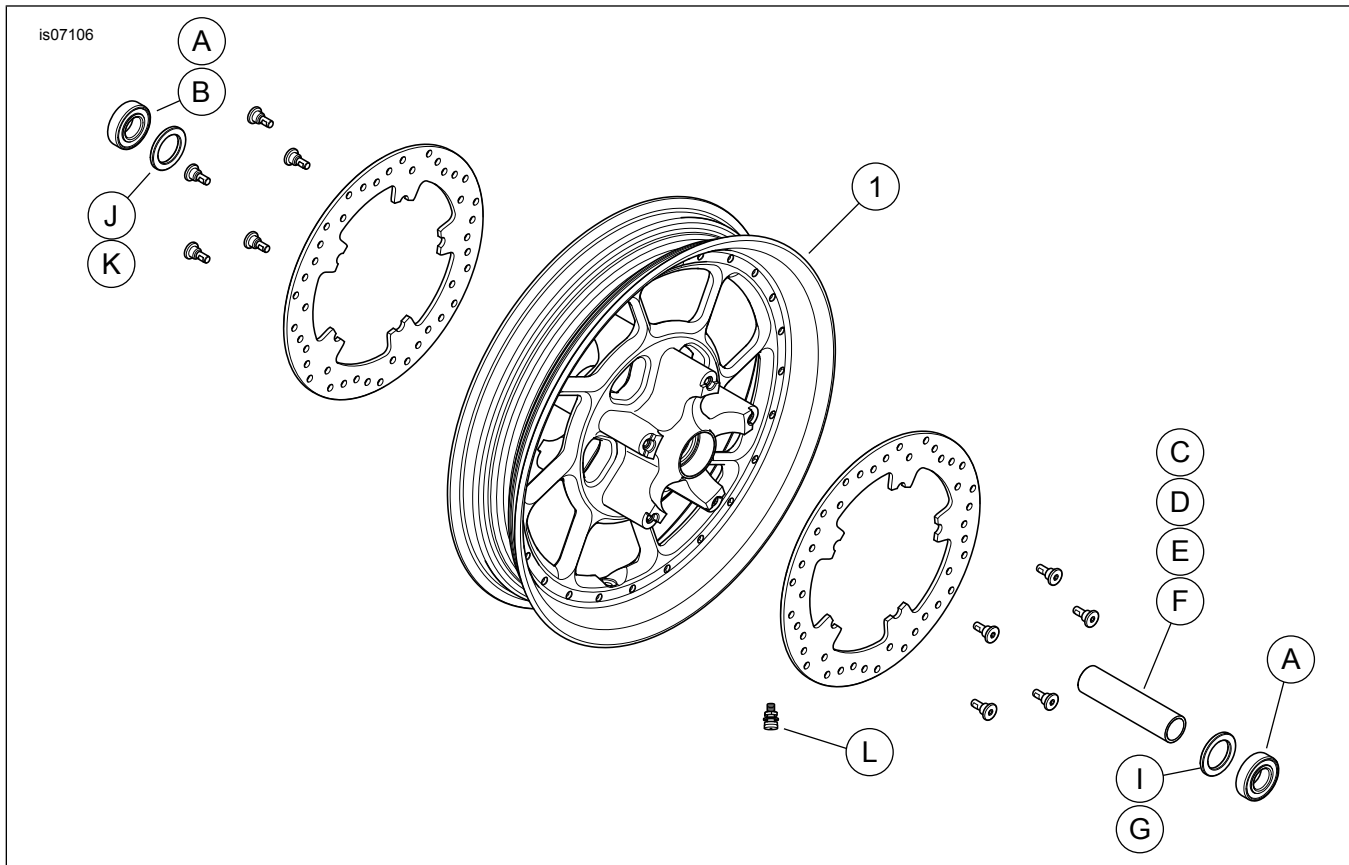

Abbildung 1. Ersatzteile: „Road Winder“-Vorderradsätze
2. Siehe Abbildung 1. Die Ventilschaft-Baugruppe (L) am Rad anbringen. Siehe REIFEN im Werkstatthandbuch.